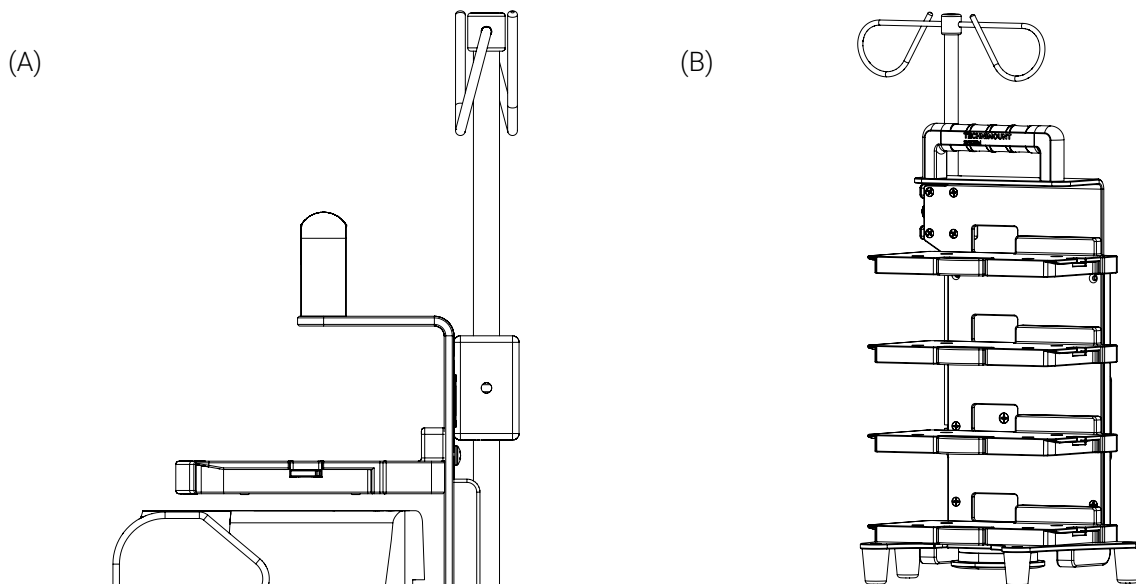

Figure 9: Pompe(s) retirée(s) du support de fixation
3. Répéter les étapes 1 et 2 pour les autres pompes au besoin (Figure 9).